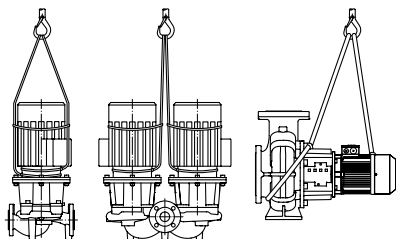

Рис. 7. Транспортировка насоса
- Проушины для транспортировки на электродвигателе служат только для задания направления при захвате груза (Рис. 7).
- Проушины для транспортировки на электродвигателе служат только для транспортировки электродвигателя, транспортировка всего насоса с их помощью недопустима (Рис. 7а).
Рис. 7а. Транспортировка электродвигателя